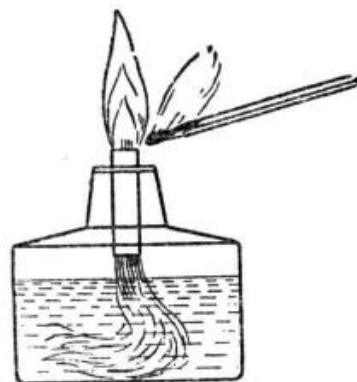

Рис. 130. Зажигание спиртовки.
5. Зажигайте спиртовку, только спичкой или лучинкой (рис. 130).